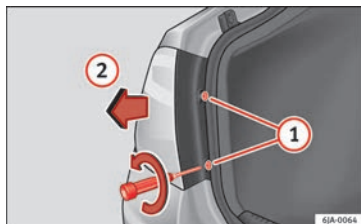

Fig. 97 Démontage du feu arrière sur l'aile.
- Avec le tournevis fourni ou une clé Torx 20 (T20), dévissez (en tournant dans le sens contraire des aiguilles d'une montre) et retirez les deux vis de fixation de la zone avant du feu **» fig. 97 ①**, en prenant soin de ne pas les perdre.
- Tirez l'unité des feux arrière vers l'arrière **» fig. 97 ②** jusqu'à ce qu'il soit possible de retirer le feu de son logement.